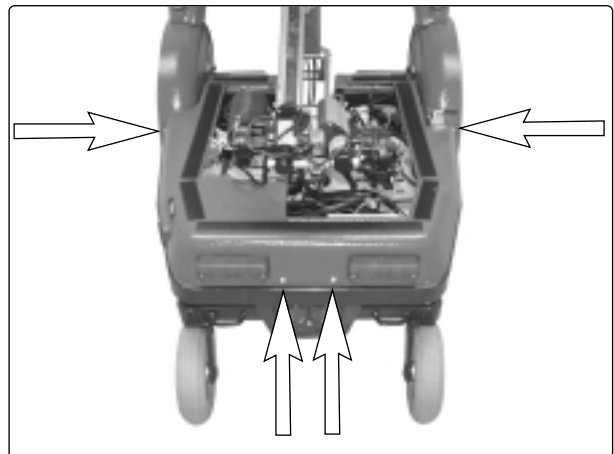

Abb. 8. Die Chassisabdeckung ist mit vier Schrauben befestigt.
3. Lösen Sie anschließend die Chassisabdeckung. Sie ist mit vier Schrauben befestigt, siehe Abb. 8.